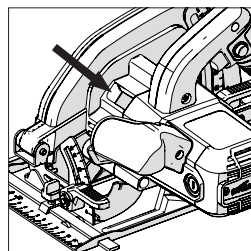

Fig. 3
- Localizați butonul de blocare a arborelui unelei (care este poziționat similar la toate uneltele). Blocați arborele unelei acționând butonul de blocare a arborelui. (**Fig. 3**).